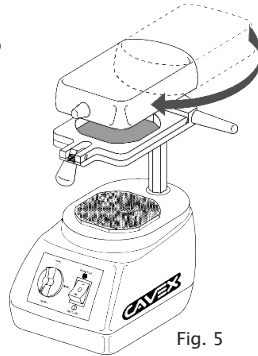
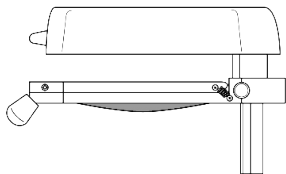

Fig. 5
Fig. 6
4. Gire el elemento calefactor encima del cuadro con la lámina de conformado (fig. 5). Caliente la lámina hasta que cuelgue 2 a 3 centímetros (fig. 6).